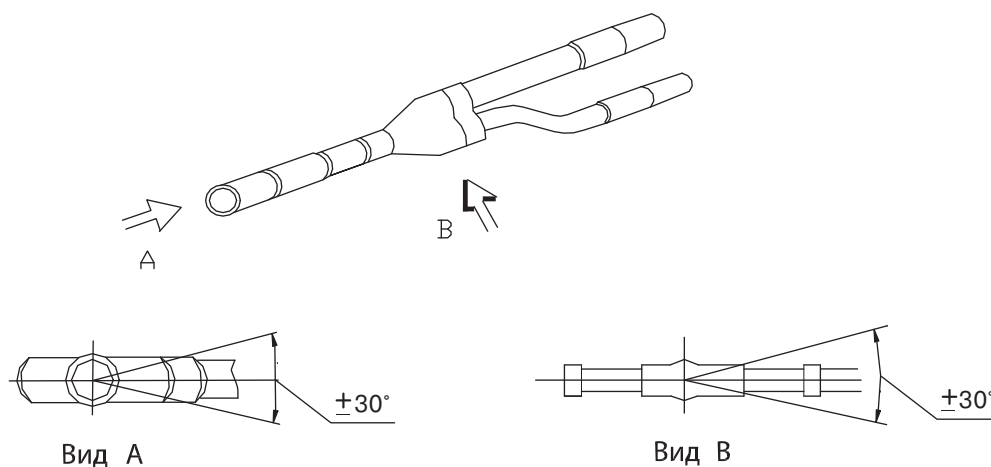

Рис. 11.6 — Расположение разветвителя при подключении
11.4.5 Внимание! Разветвитель должен устанавливаться таким образом, чтобы отводы к внутренним блокам находились в горизонтальной плоскости с отклонением не более 30° (см. рис. 11.6).